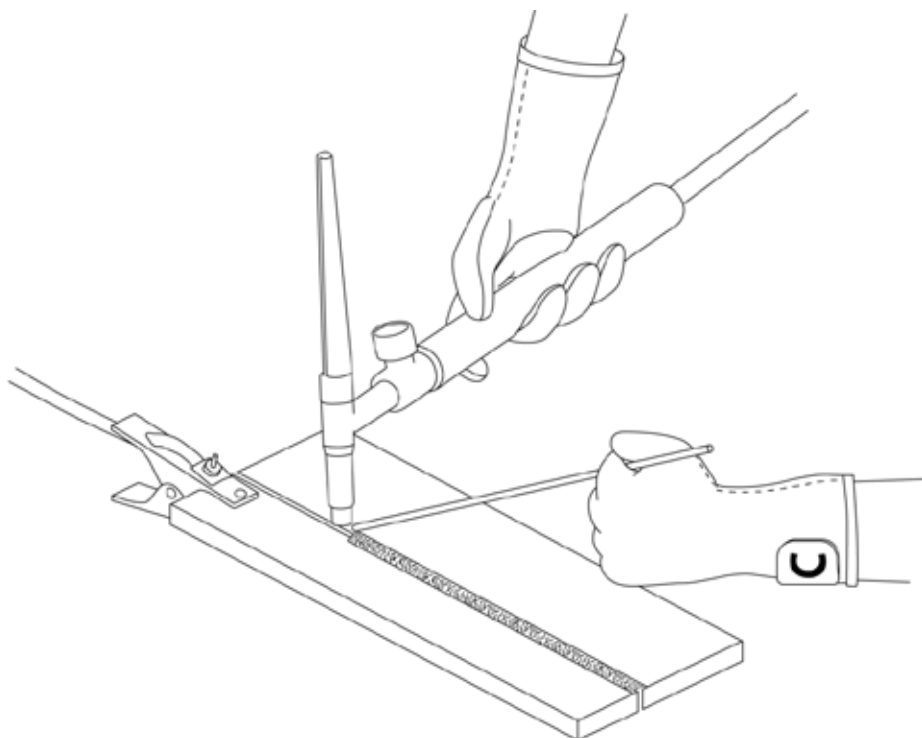

Рис. 13.5. Перед началом работы.
7. Начинайте сварочный процесс (См. рис. 13.5).
Перед началом работы не забудьте проверить следующее (См. рис. 13.5):